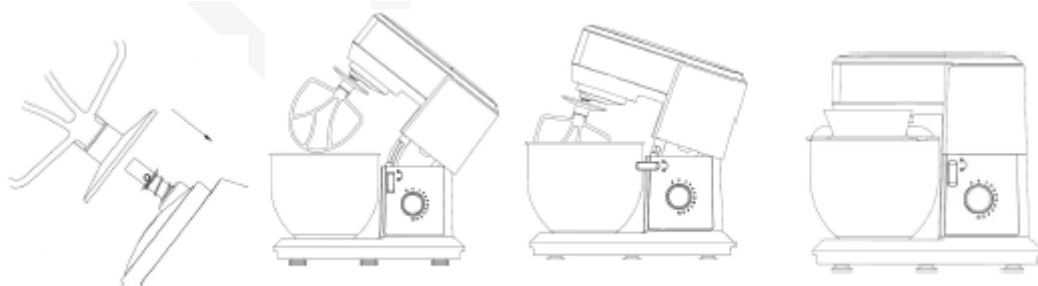

Fig. 1
(1) Rotiți „Butonul pentru deblocarea capului multifuncțional” în sensul acelor de ceasornic la 90°, apoi ridicați capul multifuncțional până când acesta se blochează în poziție.
(2) Pentru a conecta accesoriul la soclul de conectare inferior, aliniați mai întâi canelura accesoriului cu știftul de fixare de pe axul soclului de conectare inferior, introduceți accesoriul în portul de conectare inferior, apoi împingeți accesoriul în sus și rotiți-l în sensul acelor de ceasornic pentru a-l fixa pe știftul de fixare de pe axul soclului de conectare inferior (consultați Fig. 1).